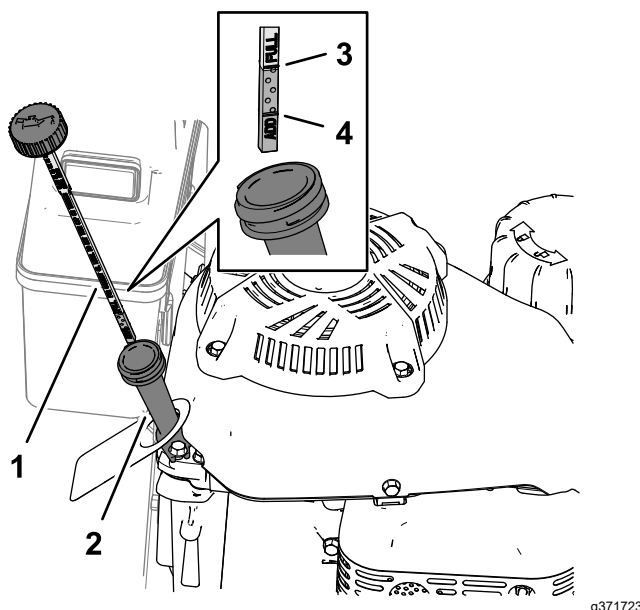

Figure 30
2. Nettoyez la surface autour de la jauge (Figure 30).